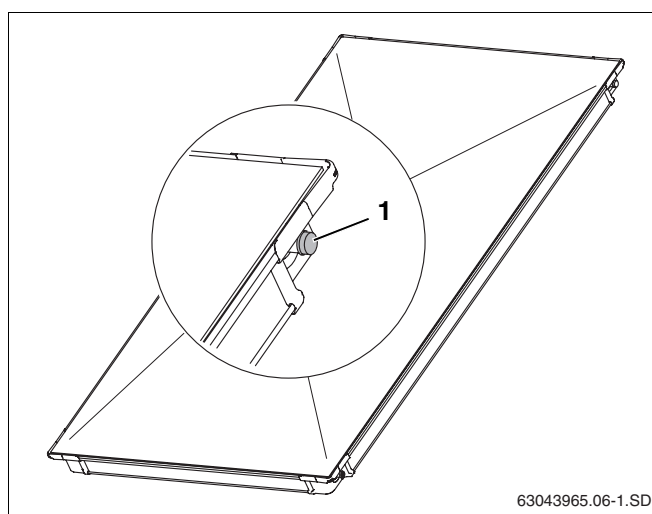

Fig. 6 Capas em material sintético e ligações de colectores
- ▶ Retire as capas sintéticas (fig. 6, **item 1**) apenas antes do momento da instalação.